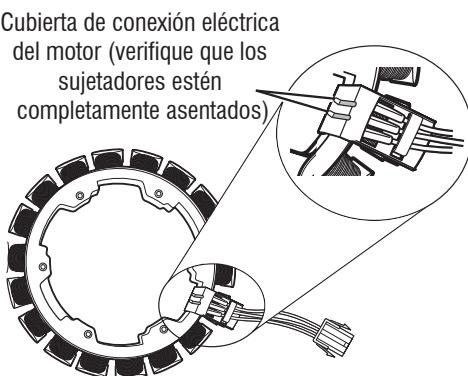

Figura 9: Extracción de la bobina del actuador y revisión de la conexión eléctrica del motor
13. Verifique visualmente que la tapa de la conexión eléctrica del motor esté completamente asentada (consulte la Figura 9).